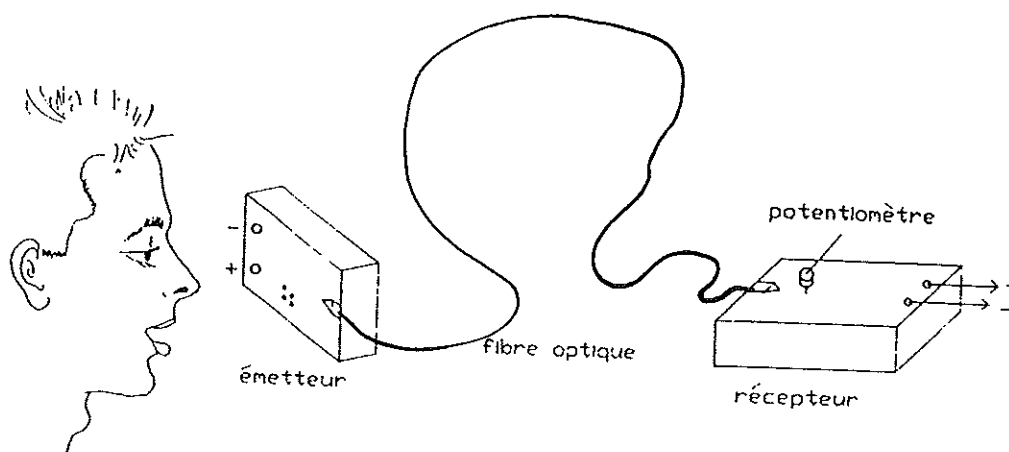

figure 12 : téléphone à fibre optique
- un élève parle dans le microphone de l'émetteur (figure 12)